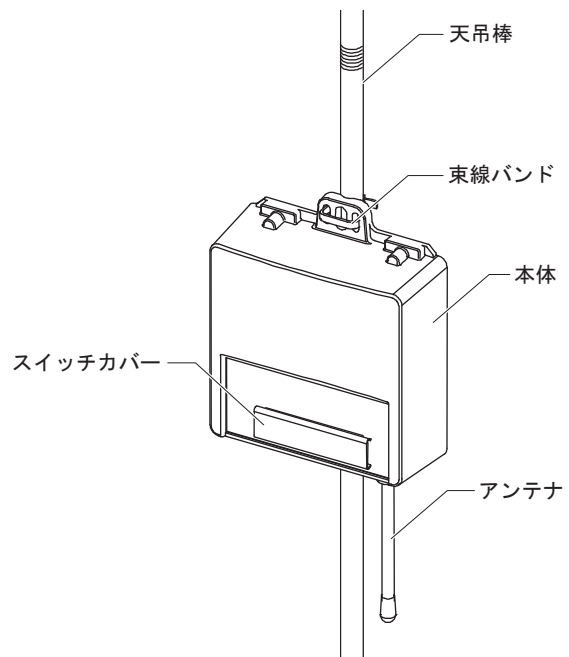

図10
### (1) 天吊棒に束線バンドで取付 (図10参照)
- ① スイッチカバーを手前に引っ張って外し、周波数チャンネル、グループアドレスおよびUTアドレスを設定します(「設定作業」の項参照)。